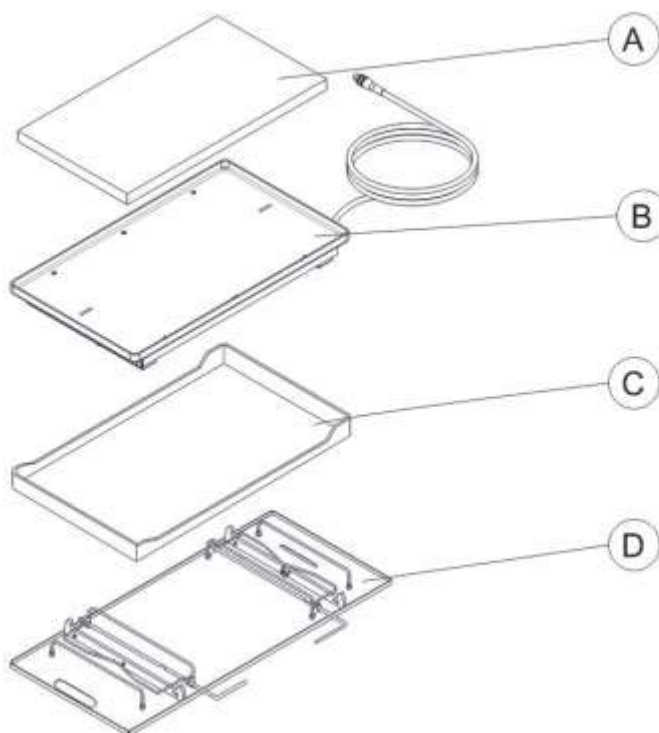

Figura 89 – Instalação da balança
1. O Colchão (A) deve ser colocado sobre a balança da bandeja (B) que deverá ser colocada sobre a bandeja onde estava posicionado o colchão (C), após isso posicionar todo o conjunto sobre a plataforma da incubadora (A). Ver figura 89.